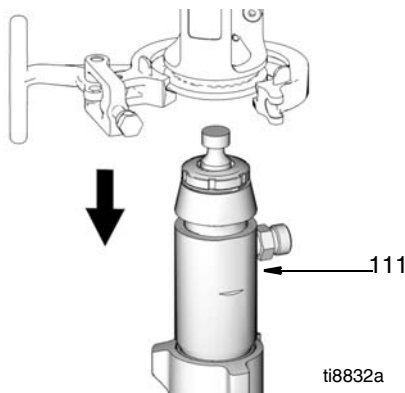

Рис. 19
9. (Рис. 19) Снимите насос (111) с агрегата.